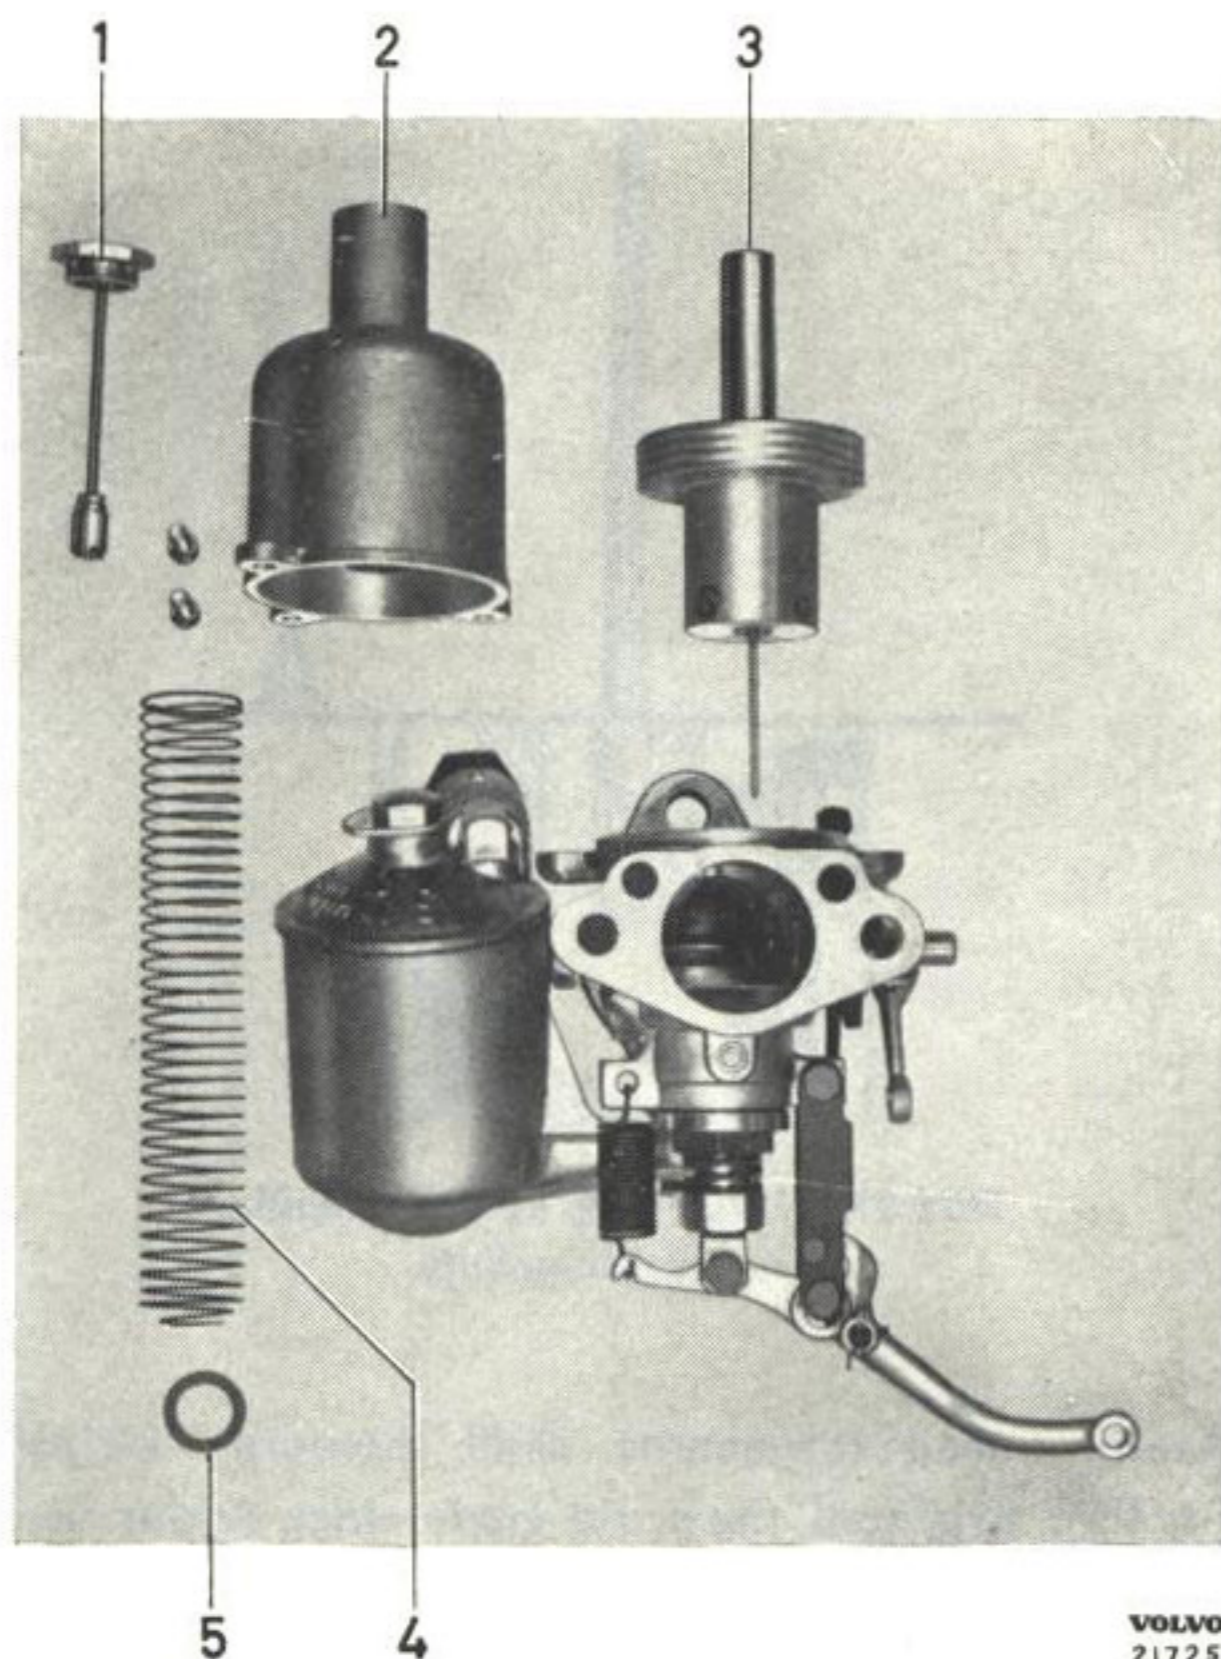

Bild 14. Vakuumkammare isärtagen.
Med vissa mellanrum, omkring 20.000 km, är det lämpligt att demontera och rengöra vakuumkammare och -kolv (2 och 3, bild 14). Därigenom erhålles bättre gång, isynnerhet vid tomgång och delvarvtal.
1. Demontera dämparen (1 bild 14) från vakuumkammaren.